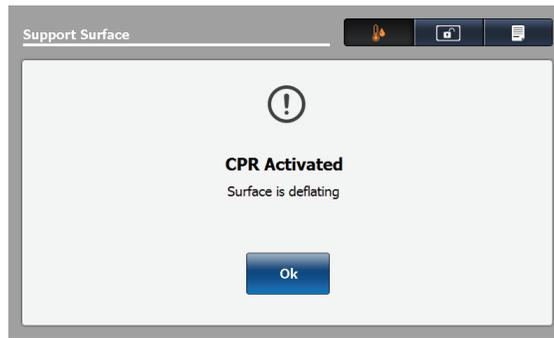

Figure 64 – RCP activée – Surface en cours de dégonflement
2. Après l'activation des sangles de RCP ou du levier de débrayage pour position d'urgence RCP, l'écran CPR Activated (RCP activée) s'affiche (Figure 64).